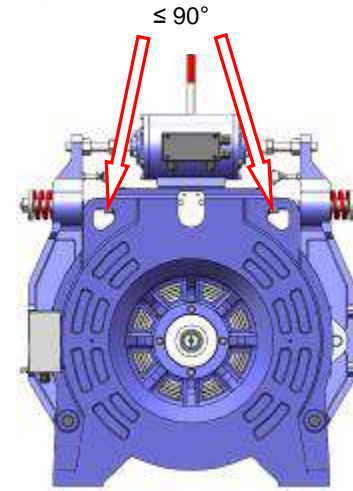

图 2 产品吊装示意图
- | 仅允许在图 2 所示起吊孔部位进行吊装，禁止在其它部位进行吊装工作。